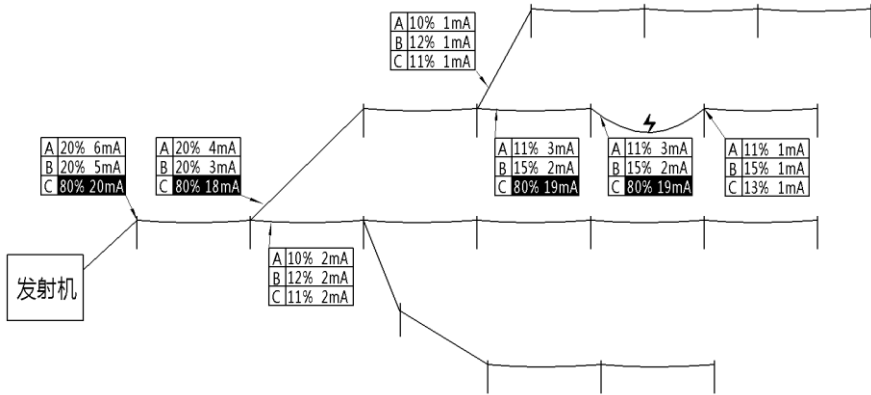

图 3-4-8 交流定位-外置升压器方式定位
- 分段定位：为快速逼近故障点，建议进行 50%法分段。选择在故障侧线路中点检测特征信号。分别测量三相线路，若故障电流和阻性电流含量值三相基本相同，说明已经越过故障点。如果其中一相线路电流值或阻性电流含量为其它两相线路的 2 倍，说明未越过故障点。本次分段成功后，在故障点所在的段中继续 50%分段。分段越来越短，故障点也逐步逼近，直至精确找到故障位置，见图 3-4-8。